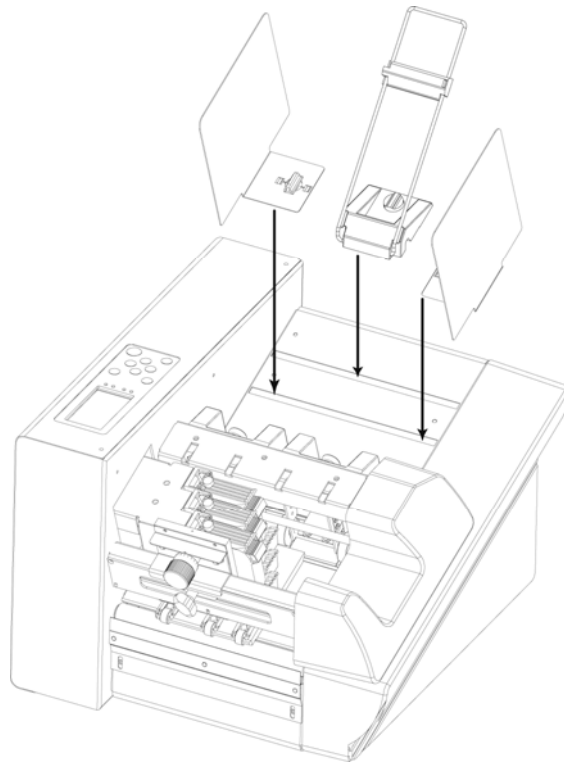

Abbildung 1: Anbringung
- Setzen Sie die Anlagewinkel und die Zuführungsrampe in die Einschübe der Platte (wie in Abbildung 1 veranschaulicht).